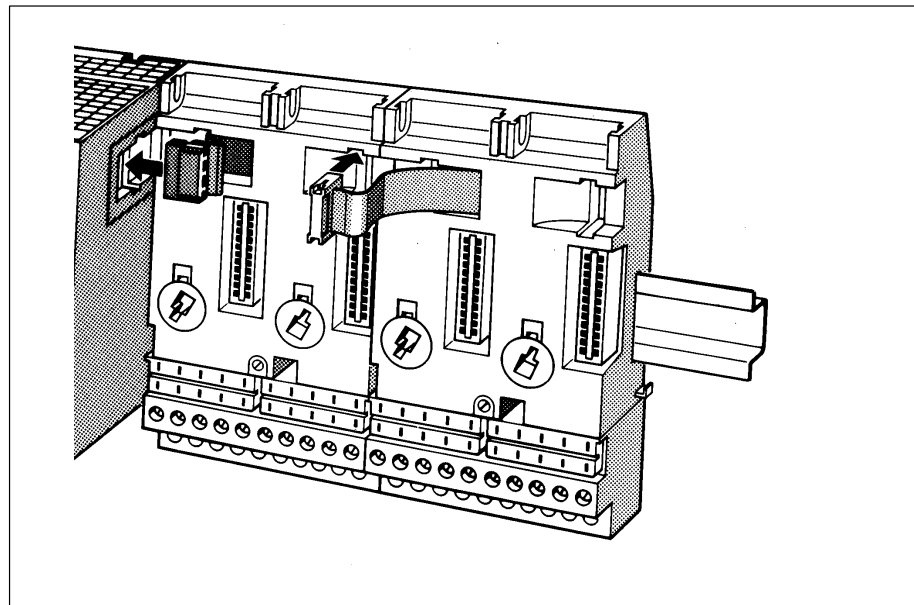

Fig. 3-2 Branchement des modules de bus
5. l'enficher sur le connecteur mâle disposé sur le côté droit du coupleur ET 200U/PS 935 ou sur le connecteur mâle du module de bus voisin de gauche (cf. Fig. 3-2).